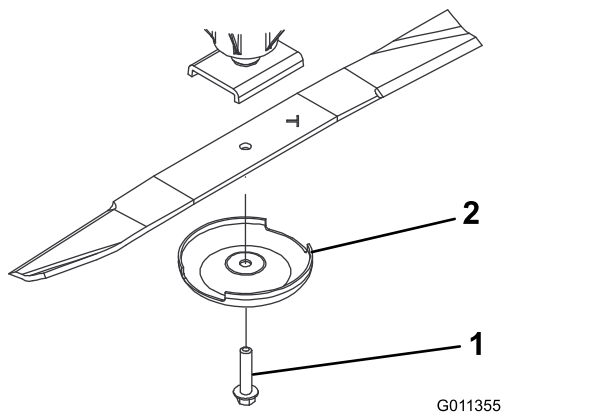

Figure 70
3. Tenez la lame par son extrémité avec un chiffon ou un gant épais et enlevez le boulon, la coupelle de protection et la lame de l'axe de pivot (Figure 70).
- Utilisez la coupelle de protection et le boulon de lame pour installer la lame en orientant l'ailette vers le plateau de coupe (Figure 70).